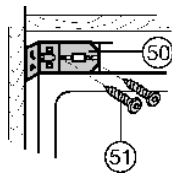

Fig. 19
- ▶ Прикрутите пластмассовый уголок *Fig. 19 (50)* через удлиненное отверстие к устройству, не затягивая *Fig. 19 (51)*.